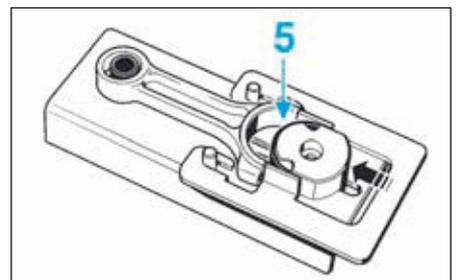

FIG.93
- Poser le coussinet (5) sur le support de coussinet (Fig.93).